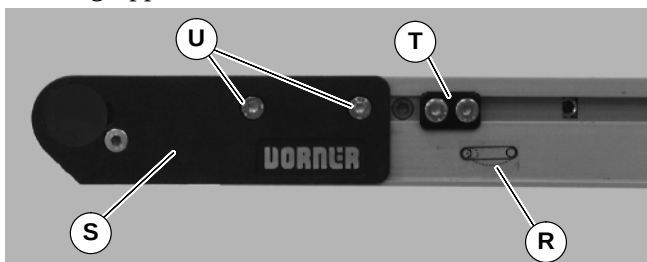

Abbildung 5
2. Am Spannende des Förderbandes, das mit einem  Etikett gekennzeichnet ist (R siehe Abbildung 5), vordere Deckplattengruppe hineindrücken (S): Zu beiden Seiten des Förderbandes die Spurführungsnocken lockern und (T) (falls damit ausgestattet) von den vorderen Platten weg bewegen, dann die Befestigungsschrauben lösen (U), und vordere Plattengruppe nach innen schieben.
7. Falls mit Spurführungsnocken ausgestattet (T siehe Abbildung 5), neu positionieren und Spurführung anpassen. Siehe „Spurführung des Fördergurtes“ auf Seite 12.